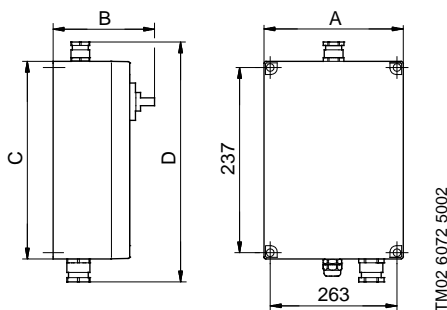

Fig. 6
- Smontare il pannello frontale della custodia e montare il quadro di comando su una superficie piana utilizzando i fori presenti nel pannello posteriore della custodia, vedere fig. 6. Gli ingressi dei cavi per la pompa e l'interruttore a galleggiante devono essere rivolti verso il basso.